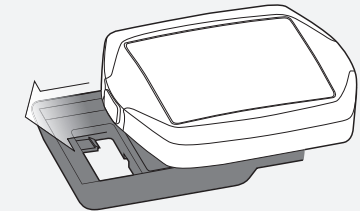

Abbildung 15: Schieben des Computers in den Computersockel.
7. Schieben Sie den Computer in den Computersockel (Abb. 15).
4. Schieben Sie den Computer in den Computersockel (Abb. 15).